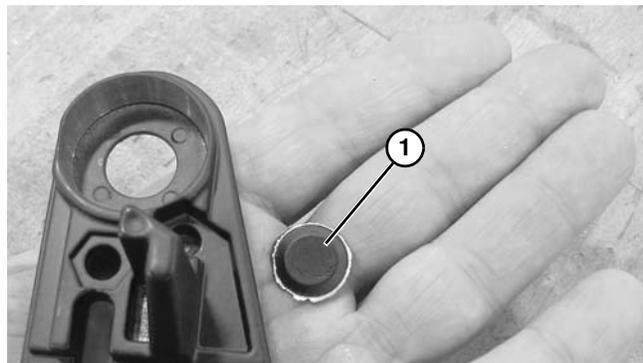

**Figura 82**
2. Coloque el lado plano de la placa trasera (**Figura 82, artículo 1**) sobre la arandela (**Figura 82, artículo 2**) o el orificio en un banco de trabajo que tenga un diámetro mínimo de 16 mm.